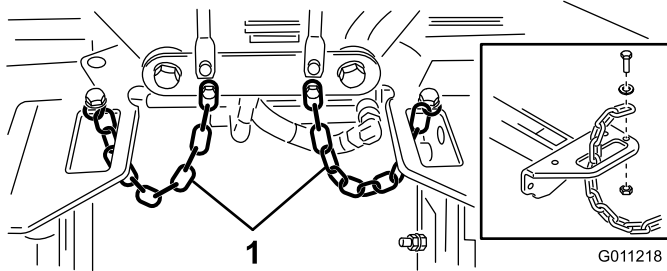

图22
- 将翻斗链条向上穿过承载架端部的槽口。用螺栓、垫圈和锁紧螺母将翻斗链条固定到承载架的顶部（图22）。